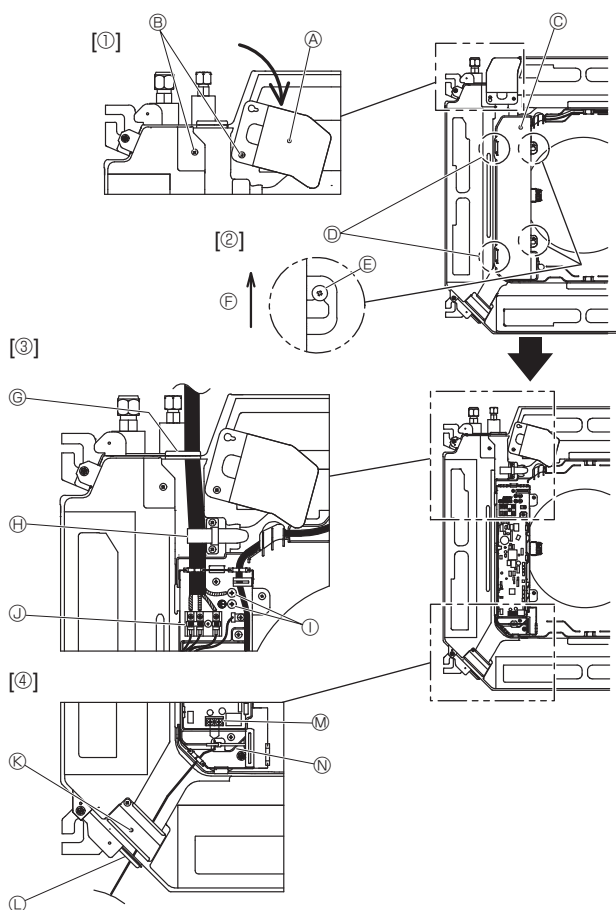
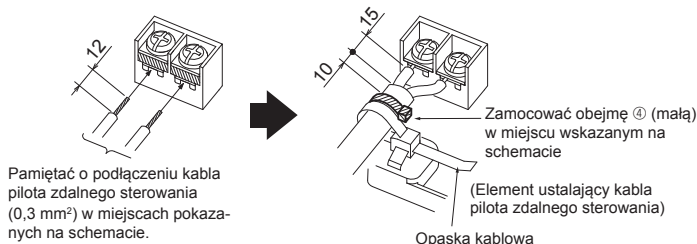

Fig. 6-1
Fig. 6-3
6.1. Jednostka wewnętrzna (Fig. 6-1)
- Odkręć dwie śruby mocujące panel serwisowy okablowania elektrycznego, aby go otworzyć. [Fig. 6-1 ①]
- Odkręć dwie śruby mocujące pokrywę skrzynki elektrycznej, a następnie przesuń pokrywę. [Fig. 6-1 ②]
- Przeprowadź kabel zasilania, kabel połączeniowy jednostki wewnętrznej/zewnętrznej i kabel uziemienia przez odpowiednie przepusty kablowe pokazane na rysunku. [Fig. 6-1 ③]
Jeśli nie można użyć okrągłych zacisków zagniatanych, należy postępować zgodnie z procedurą na Fig. 6-3 - 6-6.
- Przeprowadzić i podłączyć kabel pilota zdalnego sterowania przez przepusty kablowe przedstawione na schemacie. [Fig. 6-1 ④, Fig. 6-3]